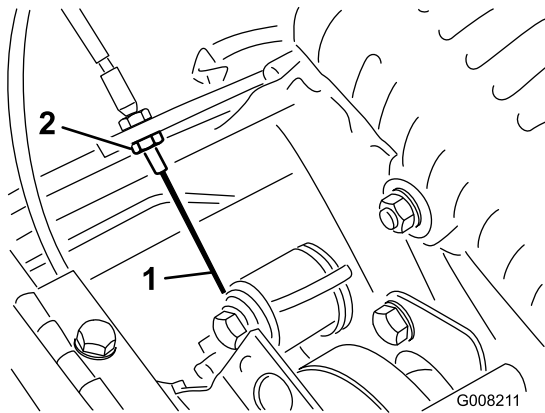

Figura 46
3. Para aumentar la tensión del cable, afloje la contratuerca delantera del cable y apriete la contratuerca trasera del cable (Figura 46) hasta que la fuerza necesaria para engranar el control de tracción sea de 3 a 4 kg. Mida la fuerza en el pomo de control.